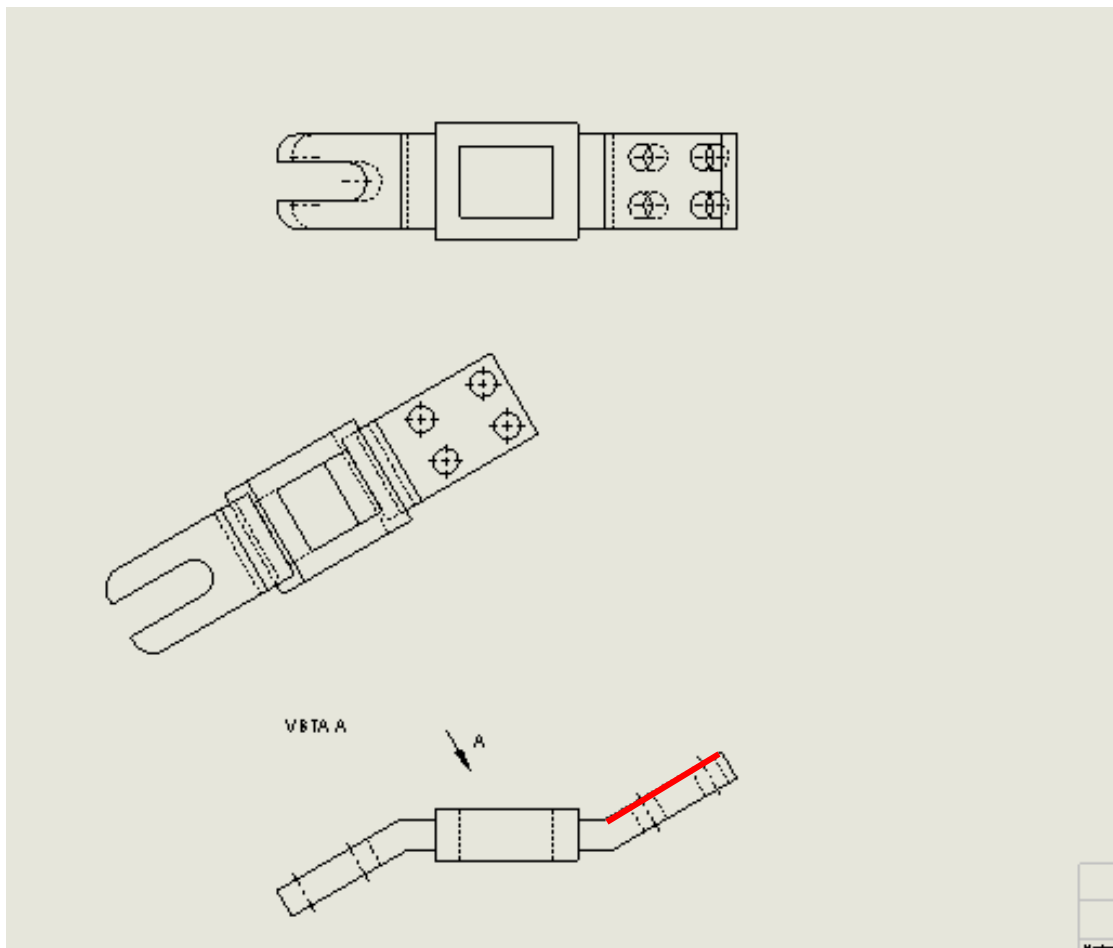

Figura 55. Vista auxiliar proyectada sin recortar.
- El programa le pedirá que seleccione una arista de referencia de donde obtendrá la vista auxiliar. Esta arista será alguna correspondiente a las placas inclinadas. Observe la Figura 55. La arista resaltada en rojo fue la seleccionada (haciendo click sobre ella), y automáticamente aparece la vista auxiliar. Note que se proyecta toda la pieza, pero esta vista se cortará posteriormente para dejar sólo la parte de interés, tal como se hacía en las láminas dibujadas a mano.